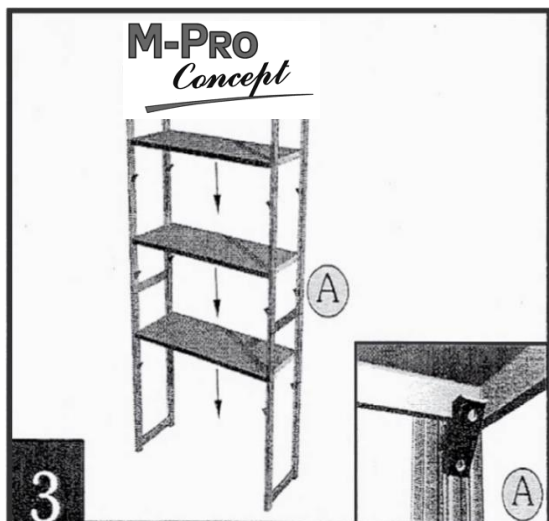

Рис. 3. Установка полок
3. Установите спаренные стойки на расстоянии 700 мм, 1000 мм (в зависимости от типоразмера полок) кронштейнами друг к другу, опустите одну сторону полки на кронштейн до упора, а затем с усилием нажмите на противоположный край полки до полного зацепления (рис. 3).